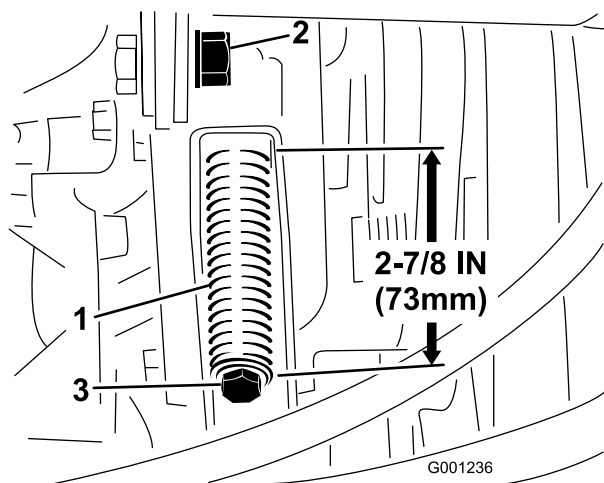

Figure 65
3. Desserrez l'écrou de blocage de la tige de tension (Figure 65).
- À l'aide d'une clé de 1/2 pouce, serrez ou desserrez le ressort de tension de la courroie (Figure 65) pour obtenir une longueur de 273 mm.
- Desserrez l'écrou de blocage de la tige de tension (Figure 65).
- À l'aide d'une clé de 1/2 pouce, desserrez complètement le ressort de tension de la courroie (Figure 65).
- Montez la courroie de PDF neuve et tendez le ressort de poulie à 73 mm (Figure 65).
- Serrez l'écrou de blocage (Figure 65) et fermez le capot.